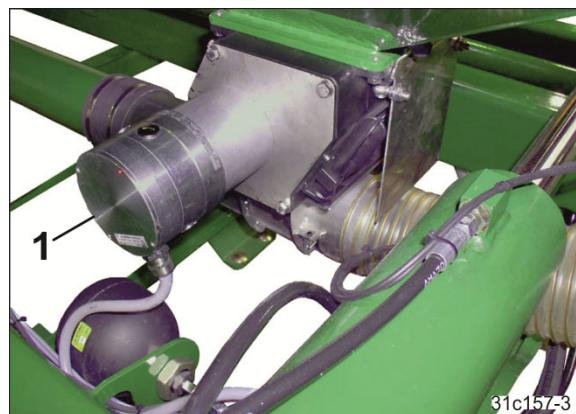

Рис. 7
- электродвигатель с редуктором EA423 (Рис. 7/1)